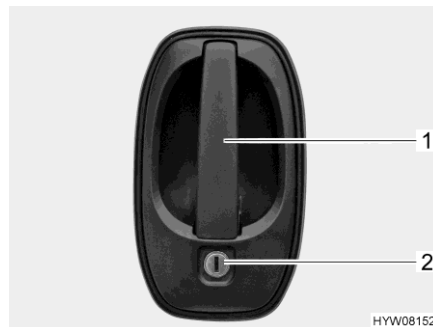

Bild 49 Türschloss (Fahrertür/Eingangstür außen)
- Schlüssel in Schließzylinder (Bild 49,2) stecken und drehen, bis das Türschloss entriegelt ist.
- Am Türgriff (Bild 49,1) ziehen. Die Tür ist geöffnet.
- Schlüssel in Schließzylinder (Bild 49,2) stecken und drehen, bis das Türschloss verriegelt ist.